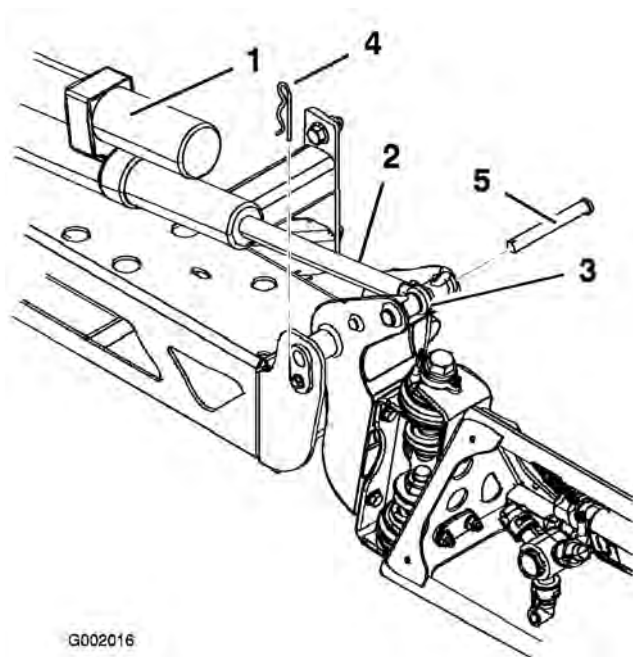

図 41
2. ピボット・ピンからコッター・ピンを抜き取る(図 41)。
3. ブームを持ち上げて、ピンを外す(図 41)。ブームをゆっくりと床まで降下させる。
6. ブームを持ち上げて、ピボットをアクチュエータ・ロッドに整列させる。ブームを支えながら、ブームのピボットとアクチュエータ・ロッドにピンを通す(図 41)。